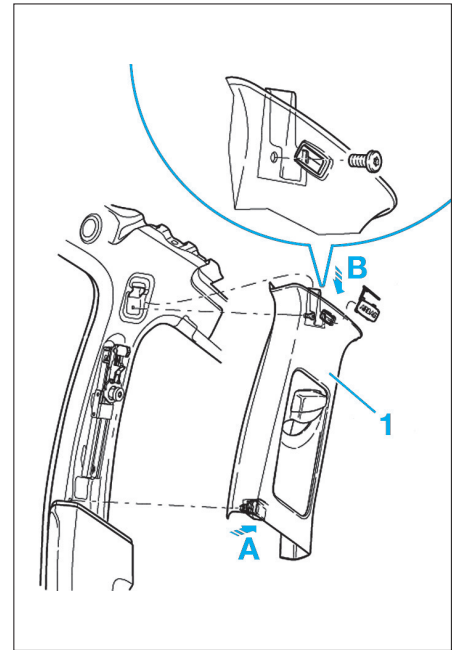

Fig. 12
- le revêtement supérieur (1) du montant de pied milieu (Fig.12),